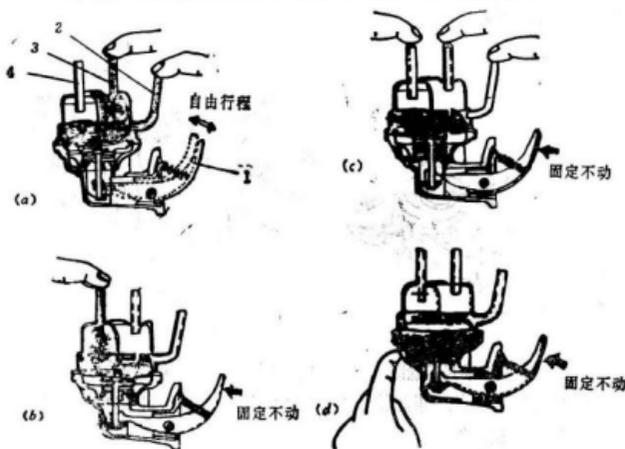

图1-21 检查汽油泵示意图
①检查汽油泵上盖1、上体3和下体12有无裂纹,螺纹(接头)部分是否损伤、销孔是否磨损过度。
②检查膜片14是否损坏、膜片拉杆是否磨损过度。
③检查油阀密封圈6、油阀7的密封情况和工作是否良好。
④检查各弹簧15、16弹力是否减弱、有无腐蚀现象。
⑤检查摇臂17、摇臂连杆19和摇臂销21是否磨损过度。
(10) (图1-21) 为检测判断Y系列汽车汽油泵故障示意图(图中黑色标记表示汽油填满位置)。在检测前先将汽油泵内泵入一些汽油,以排除油泵空腔内空气和保持阀门密封紧密密封。